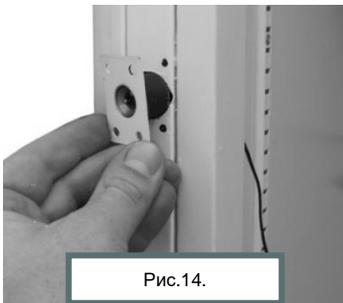

Рис.14.
6. Вставить замок, подтягивая провод и закрепить крепежную пластину замка саморезами 4x16 (см. рис. 14)